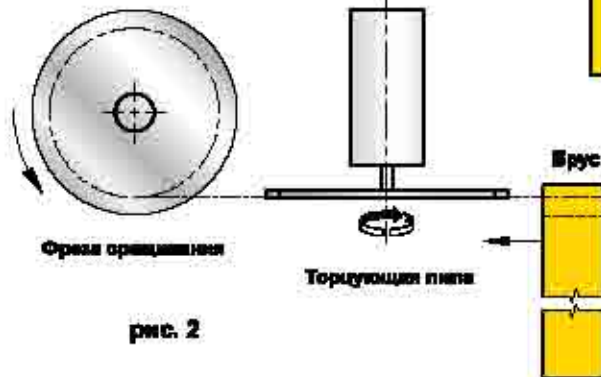

рис. 2
- 2.6. Рекомендуется установка регулируемой торцовочной пилы перед фрезой. Это позволяет увеличить срок службы ножей между переточками в 3–4 раза и обеспечить получение качественного смыкания обработанных торцов заготовок (рис. 2).